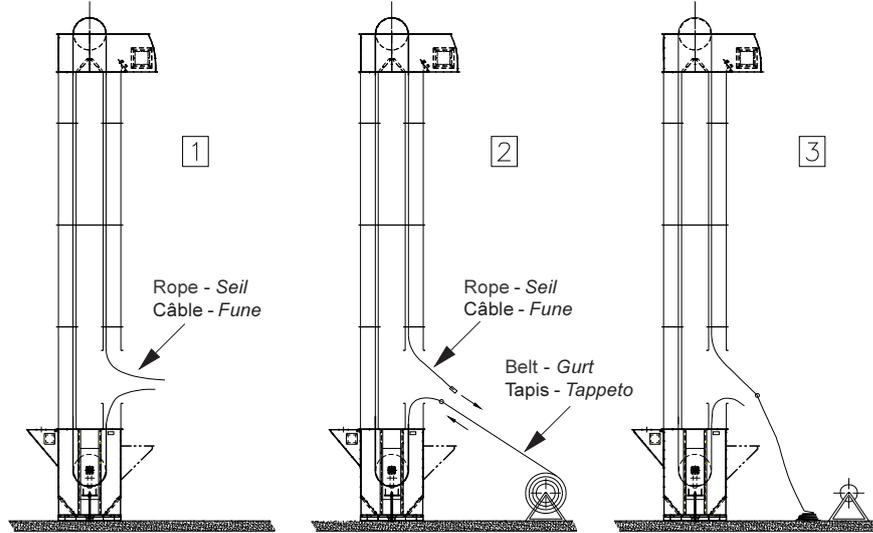

Fig. 7f
- 5) From the head case introduce a rope suitable for pulling the belt make both ends drop down one in each trunking sections, resting it on the upper part of the head roller; the extremity of the rope, turned towards the opening of the bucket mounting case, must be made to exit through the opening, the other end must be wound around the boot roller and must be made to exit from the bucket mounting trunking section (see Fig. 7f-1).
- Continue drawing the belt, inserting it inside the elevator until it is wound around the head roller and the boot roller (see Fig. 7f-3), making use (where supported) of the appropriate auxiliary command, which operates the head roller.
- 5) Durch das Oberkopfgehäuse ein zum Heben des Bechergurtes geeignetes Seil einführen und jeweils ein Ende davon in eine der beiden Gehäusereihen herunterlassen, wobei man den oberen Teil auf der Kopfrolle abstützt. Das zur Öffnung des Bechermontagegehäuses gerichtete Seilende muss aus der Öffnung austreten. Das andere Ende um die Fußrolle wickeln. Dieses muss ebenfalls aus dem Bechermontagegehäuse austreten (siehe Abb. 7f- 1).
- 7) Am freien Seilende ziehen, um den Bechergurt, der sich von seinem Träger abwickelt, in das Innere der Stahlbaustruktur zu ziehen (siehe Abb. 7f-2).
- Den Bechergurt weiter in das Innere des Becherwerks ziehen, bis man es um die Kopfrolle und die Fußrolle gewickelt hat (siehe Abb. 7f- 3), wobei man (wo vorgesehen) den zusätzlichen Hilfsantrieb benutzt, der die Kopfrolle betätigt.
- 5) Introduire un câble par la caisse de tête pour entraîner le tapis et faire descendre les deux extrémités chacune dans l'un des deux fourreaux, en l'appuyant sur la partie supérieure du rouleau de tête. Il faut faire sortir l'extrémité du câble, tourné vers l'ouverture de la caisse de montage des godets, hors de l'ouverture, l'autre bout doit être enveloppé autour du rouleau de pied et il doit sortir par le fourreau de montages des godets (voir Fig. 7f- 1).
- 7) Tirer le bout libre du câble, de manière à entraîner la bande qui se déroule de la bobine à l'intérieur de la structure (voir Fig. 7f-2).
- Entraîner le tapis en l'introduisant à l'intérieur de l'élévateur jusqu'à l'entourer autour du rouleau de pied et de tête (voir Fig. 7f- 3), en utilisant (là où prévu) la commande auxiliaire spéciale qui actionne le rouleau de tête.
- 5) Introdurre, dalla cassa di testa una fune idonea al traino del tappeto e farne scendere i capi ciascuno in una delle due canne, appoggiandola sulla parte superiore del rullo di testa; l'estremità della fune, rivolta verso l'apertura della cassa montaggio tazze, deve essere fatta uscire fuori dall'apertura, l'altro ramo deve essere avvolto attorno al rullo di piede e pure deve essere fatta uscire dalla canna montaggio tazze (vedi Fig. 7f-1).
- 7) Tirare il capo libero della fune, così da trascinare all'interno della carpenteria il nastro che si svolge dalla bobina (vedi Fig. 7f-2).
- Procedere con il trascinamento del tappeto inserendolo all'interno dell'elevatore sino ad avvolgerlo attorno al rullo di testa e di piede (vedi Fig. 7f-3), avvalendosi (dove è previsto) del comando ausiliario apposito, che aziona il rullo di testa.